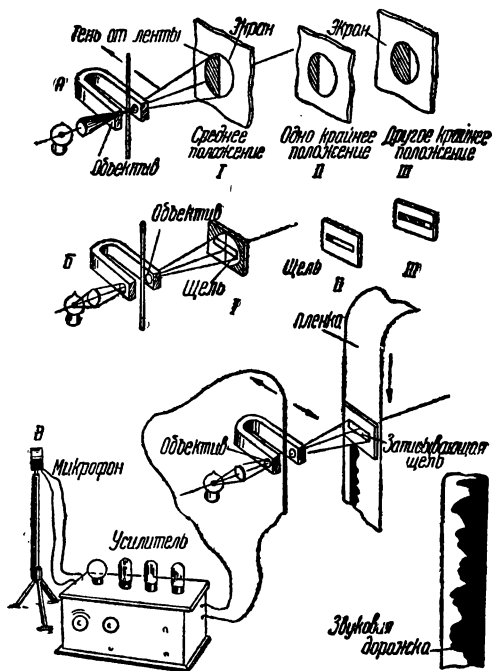
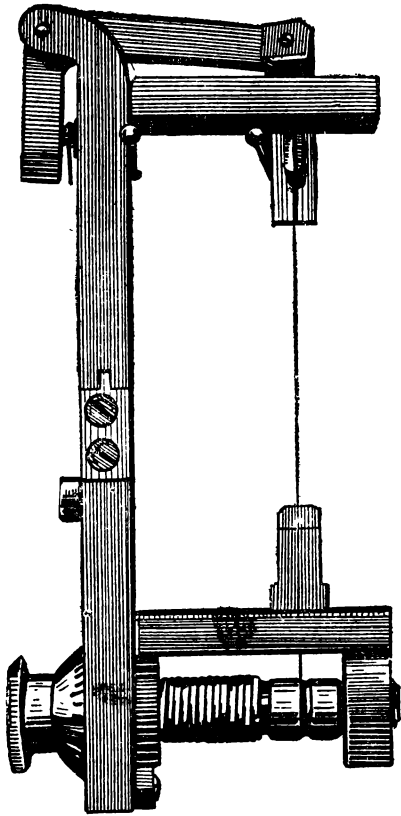
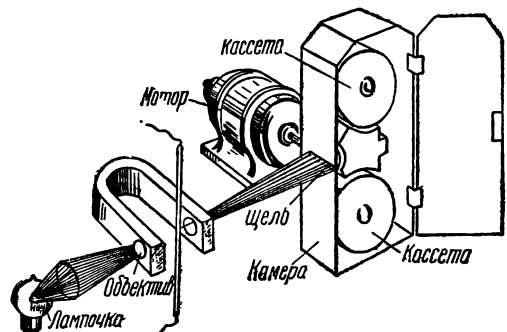

Рис. 1. Принцип «фотографирования» звука на кинолентку при помощи ленточки осциллографа
Рис. 2. Нить (ленточка) осциллографа в держателе с регулировкой
Рис. 3. Схема устройства звукозаписывающей камеры
Для записи звука на кинолентку А. Ф. Шорин впервые предложил использовать ленточный осциллограф. Рис. 1* весьма наглядно позволяет понять новый принцип фотографирования звука на кинолентке. На рис. 1, а показано, как свет от лампы, собираемый оптической системой, попадает в микрообъектив, находящийся в левом полюсе подковообразного магнита. Затем лучи света падают на тонкую алюминиевую ленточку и выходят через второй микрообъектив, давая на экране изображение тени нити. При прохождении тока через нить она в зависимости от его направления перемещается перпендикулярно ходу лучей в магните, как это показано на рисунке стрелками. I, II и III обозначают три положения тени на экране: когда тока в нити нет (I), при максимальном
Рис. 1, б повторяет предыдущий, но в схему введена узкая щель, так что световой штрих, записывающий звук, в разрезе прямоуголен (так и осталось в звукозаписывающей аппаратуре). Наконец, на рис. 1, в приведена полная схема записи звука при помощи ленточного осциллографа. Ток из микрофона поступает в усилитель, от туда — в нить, которая перемещается в зависимости от звуковых колебаний, улавливаемых микрофоном. При этом изменяющийся по ширине прямоугольный световой штрих записывает на пленке звук в виде звуковой дорожки — фонограммы. Нить (ленточка) осциллографа показана на рис. 2, а на рис. 3 — схема устройства звукозаписывающей камеры, предложенная А. Ф. Шориным.